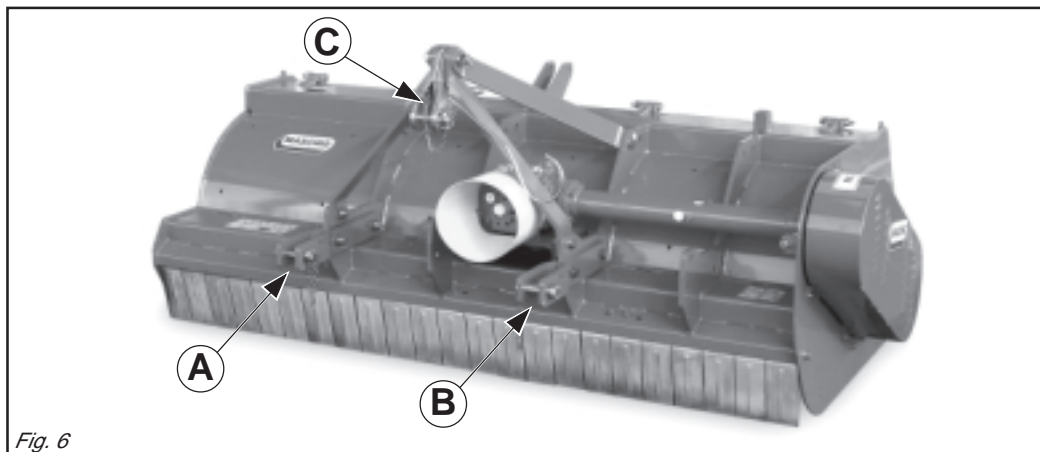

Fig. 6
*The plates (A-B-C Fig. 6) are always mounted only as illustrated in Fig. 6, with the holes positioned in front of the square tube.*
Die in Abb. 6 mit A-B-C angeführten Platten haben stets wie in dieser Abbildung aufgezeigt montiert zu werden - d.h. die Lochungen werden vor das Flachrohr gesetzt.
*Les plaques (A-B-C Fig. 6) ne doivent être montées que comme illustré sur la Fig. 6 avec les trous positionnés à l'avant du tube carré.*
Las placas (A-B-C Fig. 6) tienen que instalarse siempre y sólo como ilustrado en la Fig. 6, con los agujeros colocados adelante del tubo cuadrado.
- 1- Accostare le barre del sollevatore ponendole all'interno delle piastre (A-B-C Fig. 6), inserire il perno nel foro predisposto e bloccare con le copiglie a scatto.
- 1 - *Near the lift bars, setting them in the most suitable plates (A-B-C Fig. 6). Insert the pin into the relative hole and lock in place with the snap-in split pins.*
- 1 - Die Lenker des Krafthebers annähern und in die am besten geeigneten Platten schieben (A-B-C Abb. 6). Den Bolzen in das Loch stecken und mit dem einrastenden Splint blockieren.
- 1 - *Approchez les barres du relevage en les plaçant à l'intérieur des plaques les plus appropriées (A-B-C Fig. 6), introduisez l'axe dans le trou correspondant et bloquez par les goupilles à encastrement.*
- 1- Acercar las barras del elevador poniéndolas dentro de las placas más indicadas (A-B-C Fig. 6), introducir el perno en el orificio y bloquear con los pasadores de resorte.
- 4 - Collegare il terzo punto superiore (C Fig.6) ed effettuare una corretta regolazione con il tirante, verificando che il piano superiore della macchina risulti parallelo al piano terra.
- 4 - Connect the upper third-point (C Fig. 6) and correctly regulate by means of the adjuster, checking that the upper surface of the machine is parallel to the ground. This is very important since it achieves parallelism between the axis of the machine and that of the tractor pto.
- 4 - Den oberen Kupplungspunkt (C Abb. 6) anschließen und den oberen Lenker korrekt einstellen. Sicherstellen, daß die obere Haubenkante der Maschine parallel zum Boden steht. Das ist sehr wichtig, um die Parallelität zwischen der Achse der Maschine und der der Schlepper-Zapfwelle zu erhalten. Wenn diese Parallelität gegeben ist, wird die Zapfwelle weniger belastet und das Leben von Gelenkwelle und Gerät wird verlängert.
- 4 - Reliez le troisième point supérieur (C Fig. 6) et réglez correctement à l'aide du tirant. Assurez-vous que le plan supérieur de la machine soit pratiquement parallèle au terrain. Ceci est très important en vue d'obtenir le parallélisme entre l'axe de la houe et celui de la prise de force du tracteur. Travailler dans ces conditions signifie limiter les sollicitations sur la prise de force et prolonger la durée de l'arbre à cardans, mais aussi de la machine.
- 4 - Conectar el tercer punto superior (C Fig. 6) y efectuar una correcta regulación con el tirante de regulación controlando que el plano superior de la máquina resulte paralelo al plano al nivel del suelo. Esto es muy importante para obtener paralelismo entre el eje de la máquina y el eje de la toma de fuerza del tractor. Esto permite limitar los esfuerzos sobre la toma de fuerza misma y hacer durar el árbol cardánico y la máquina misma.